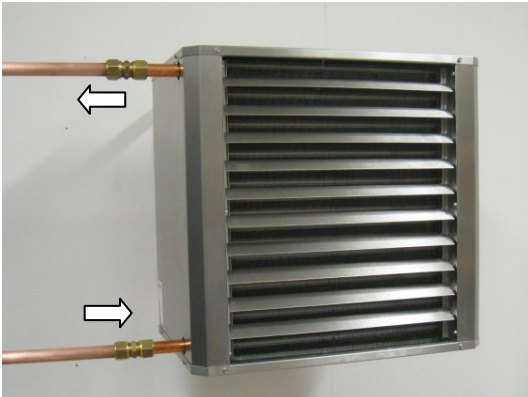

Bild 7
6. Vatteninloppet ansluts på värmarens lägst placerade rör och utloppet på det högst placerade enl. pilar bild 7. Anslutningen är Ø22 på AW H22 och Ø28 på AW H42 .